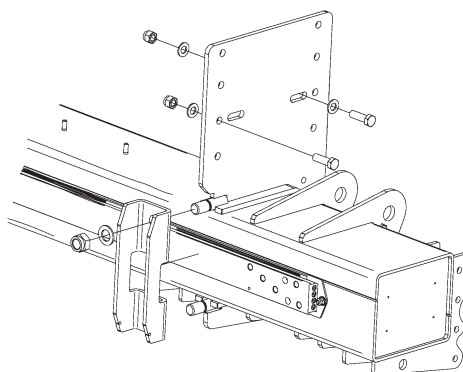

Bild 18. Montera U-profilen med tillhörande brickor och muttrar
- 9 Montera U-profilen med tillhörande brickor och muttrar utan att dra åt dessa. Skruva på muttrarna växelvis till dess att U-profilen ligger rakt an mot stommen, se Bild 18.